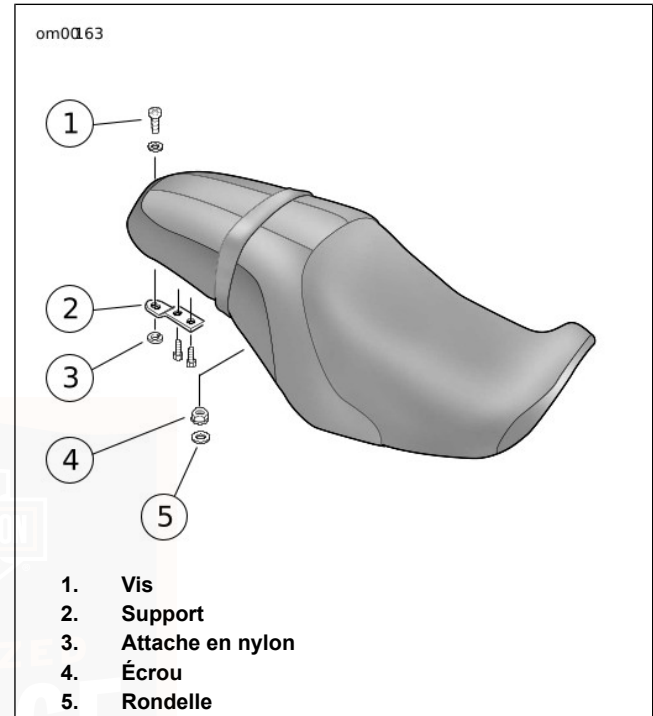

Figure 48. Siège : modèles Dyna
1. Voir la Figure 48. Retirer la vis et détacher le support de montage du siège du haut du garde-boue arrière.
3. Voir la Figure 48. Pousser le siège vers l'avant jusqu'à ce que l'écrou de retenue du siège du garde-boue arrière soit centré dans le trou du support de montage.